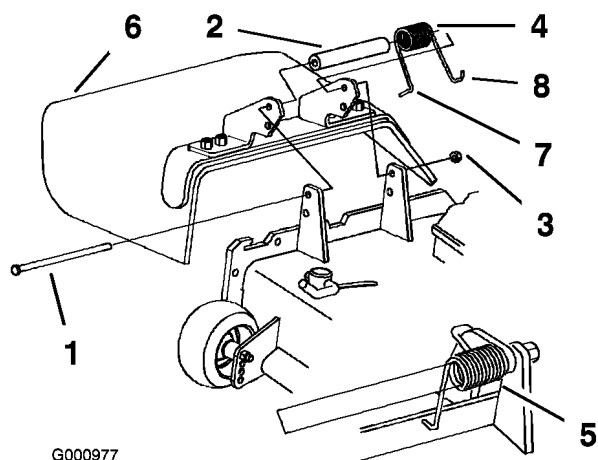

Figura 81
1. Togliete il dado di bloccaggio, il bullone, la molla e il distanziale che fissano il deflettore alle staffe orientabili (Figura 81). Togliete il deflettore dell'erba tagliata se è danneggiato o consumato.
Nota: Prima di montare il bullone, come riportato nella Figura 81, verificate che l'estremità diritta della molla sia inserita dietro il bordo della scocca.
3. Montate il bullone e il dado. Infilate l'estremità a gancio **J** della molla attorno al deflettore dello sfalcio (Figura 81).